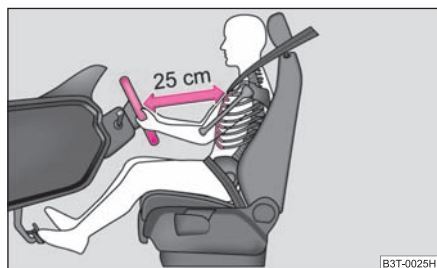

Fig. 104 Distanța sigură față de volan
- Între conducător și volan trebuie să existe o distanță de cel puțin 25 cm ⇒ fig. 104. Dacă nu se respectă această distanță, sistemul airbag nu își poate exercita eficiența maximă – Pericol!